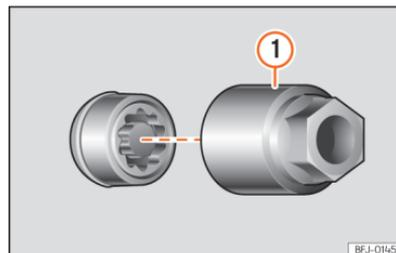

Abb. 241 Diebstahlhemmende Radschraube mit Abdeckkappe und Adapter
- Setzen Sie den Spezialadapter »» (Abb. 241) ① (Bordwerkzeug »» S. 344) bis zum Anschlag in die diebstahlhemmende Radschraube ein.